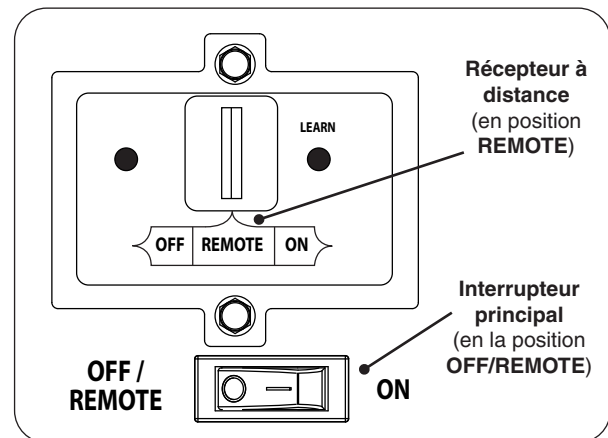

Fig. 34-1 Contrôle détail du panneau
1. Vérifiez que l'interrupteur principal est en position **OFF/REMOTE** (éteindre/éloigné) (voir Fig. 34-1).
2. Repérez l'interrupteur à 3 positions sur le récepteur de télécommande (voir Fig. 34-1), Et faites glisser l'interrupteur à la position **REMOTE**(éloigné).